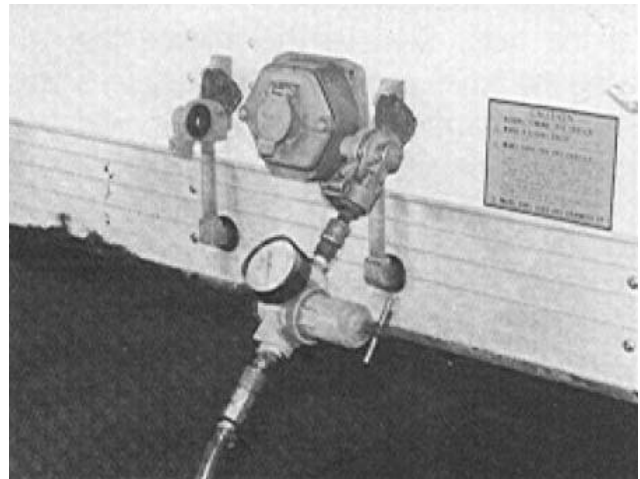

Figura 21
24. Complete la verificación final de la suspensión y del sistema de frenos suministrando aire al remolque. Ver Figura 21. Infle las cámaras de aire y verifique por fugas de aire. Verifique la altura de manejo y ajuste de ser necesario. Verifique el nivel de fluido en las mazas de la rueda. Asegúrese que las conexiones pivote estén apretadas y que las cabezas Torx de los tornillos pivote se hayan desprendido.